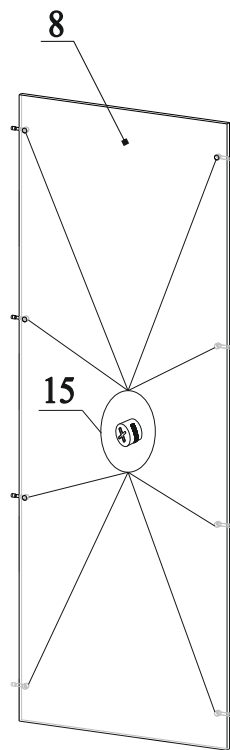

Рис.7
14. В отверстия на детали 8 вставить эксцентрики 15 стрелками к торцевым отверстиям (рис.7);